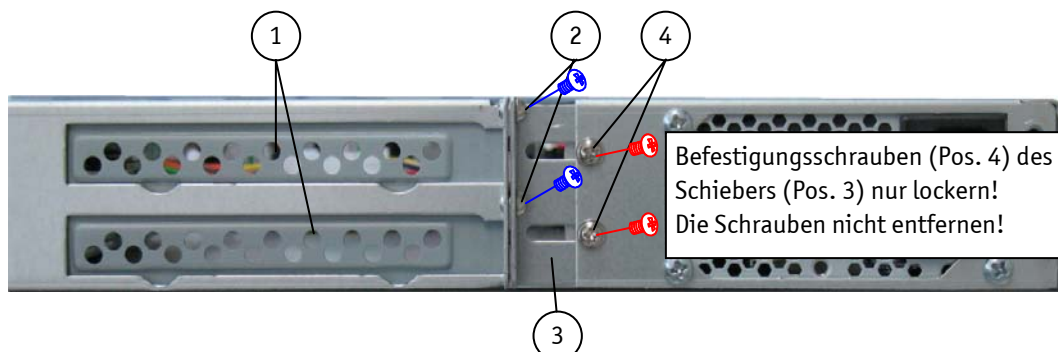

Abb. 18: Detail:-Befestigung der Karten/Slot-Blenden an der Rückseite des Systems
5. Um die Slot-Blenden (Abb. 18, Pos. 1) bzw. Karten zu entfernen lösen Sie die Schrauben (Abb. 18, Pos. 2). Legen Sie diese für später beiseite.
Lockern (1/2 Drehung nach links) Sie die Schrauben (Abb. 18, Pos. 4) des Schiebers (Abb. 18, Pos. 3).
10. Mit den beiseitegelegten Befestigungsschrauben (Abb. 18, Pos. 2), schrauben Sie den Schieber in der geschlossenen Position fest an.